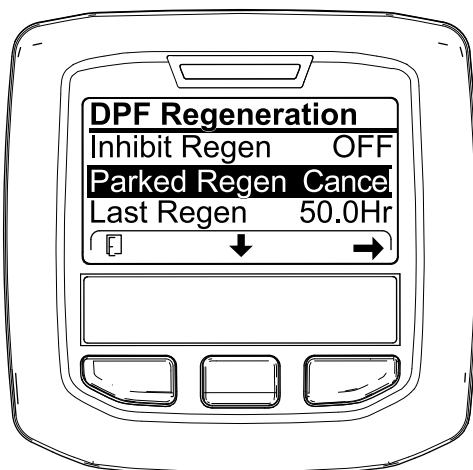
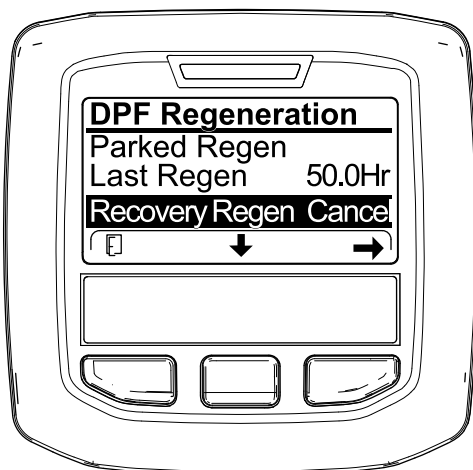

図 53
図 54
1. DPF 再生メニューにアクセスする 図 53。
2. 中央ボタンを押して下へスクロールし、駐車再生キャンセル PARKED REGEN CANCEL (図 53) またはリカバリ再生キャンセル RECOVERY REGEN CANCEL を選ぶ 図 54。
3. 右ボタンを押すと再生キャンセルに Regen Cancelに入る 図 53または 図 54。